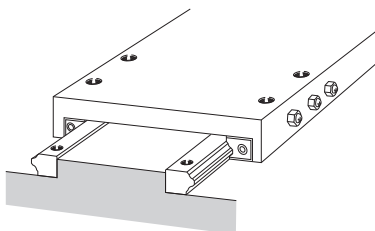

図23
- a. すきま調整ねじは、図23のようにLMブロック1個に対し、3箇所とするのが良好です。